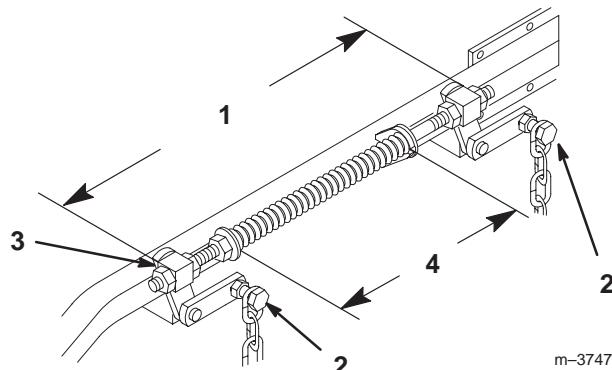

Figure 61
- Desserrez les 4 boulons de chaîne supérieurs dans les fentes. Vérifiez la longueur des ensembles tige/pivot. Il doit exister un écart de 496 mm entre l'extérieur du pivot arrière et l'extérieur du pivot avant (Fig. 61). Vérifiez que les quatre pivots bougent librement dans les trous.
- Réglez les ressorts de compression en tournant les écrous avant de façon à obtenir un écart de 279 mm entre les deux grandes rondelles (Fig. 61). Tournez les écrous dans le sens horaire pour raccourcir le ressort et dans le sens anti-horaire pour l'allonger.